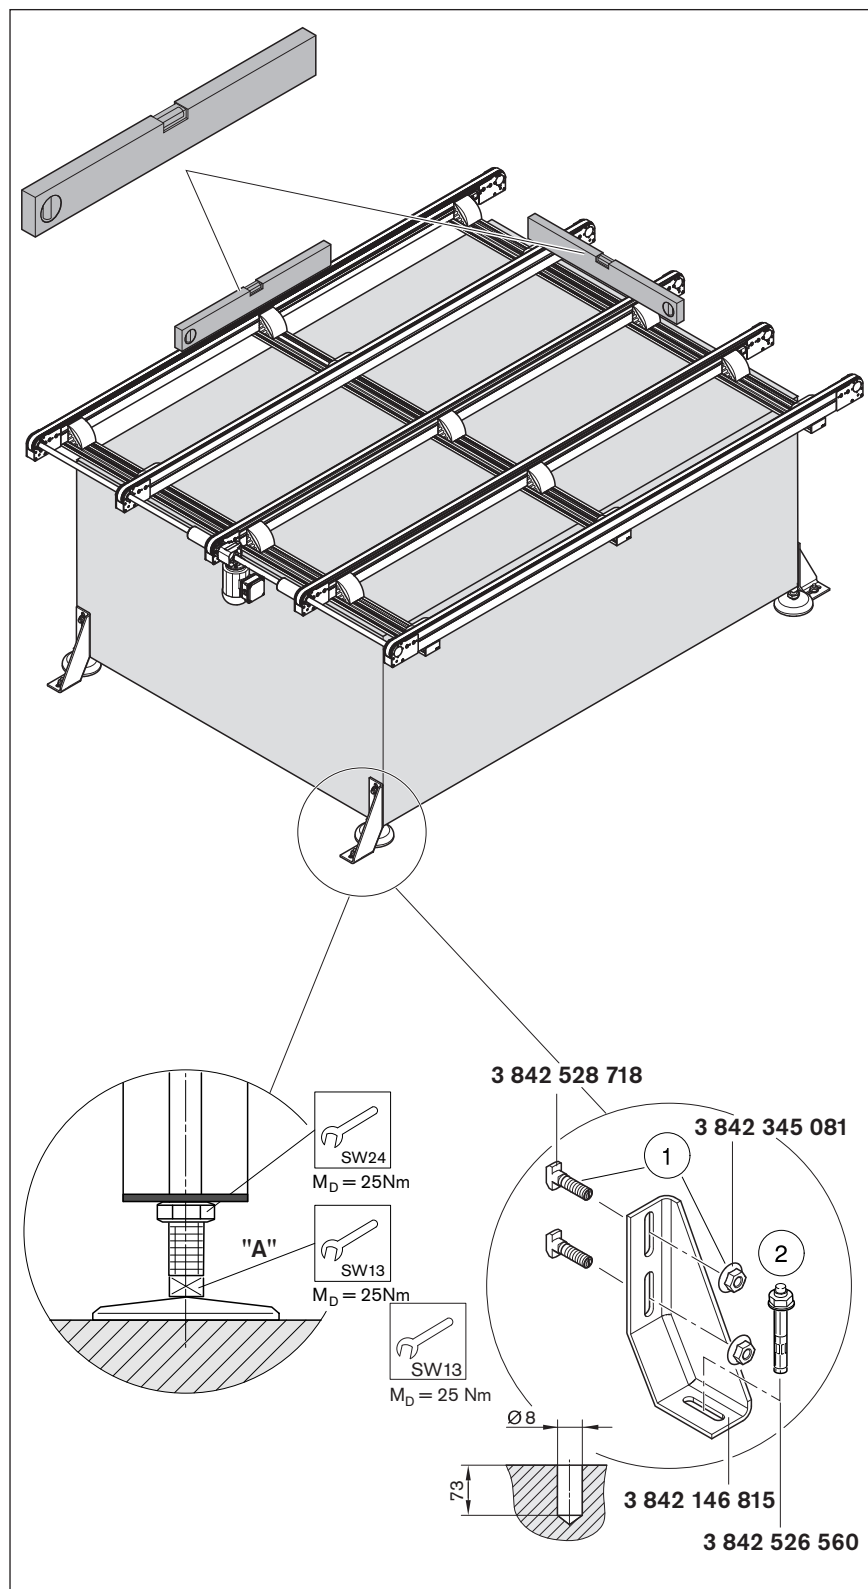

Fig. 9
- ▶ Opção com cabo de conexão: **3 842 409 645** (M20x1,5), ver “Fig. 9”. Observar fusíveis de reserva!